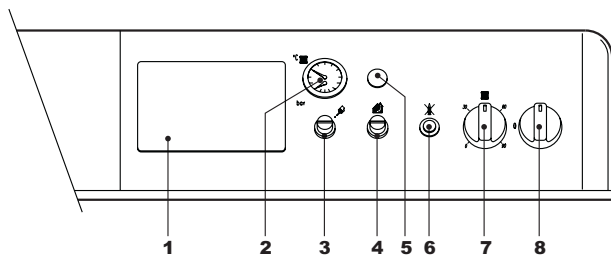

рис. 1 - Панель управления
- Переведите выключатель котла "8" в положение 1 (рис. 1).
- Если котел оборудован электронным термостатическим блоком управления, установленным в положении 1 рис. 1 на , пользователь должен также соблюдать инструкции, предоставляемые изготовителем данного блока.
Задать с помощью термостата температуры воздуха в помещении нужную температуру внутри помещения. При поступлении команды от комнатного термостата котел включается, обеспечивая нагревание воды в системе отопления до температуры, заданной регулирующим термостатом 7 на рис. 1. При достижении в помещении желаемой температуры котел выключается.